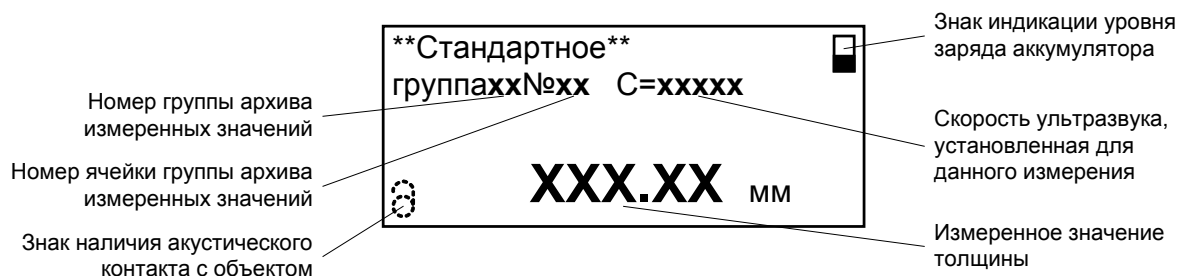

Рис. 4. Вид окна Стандартное (Экспресс).
2.3.3.1. Вид окна операции измерения и записи в архив значения толщины в подрежимах измерения **Стандартное** и **Экспресс** приведен на рис.4.